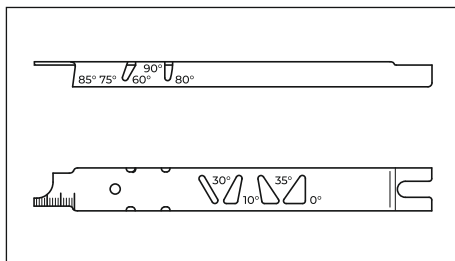

Рис. 76
- При необходимости, зафиксировать направляющую шину (рис. 76).